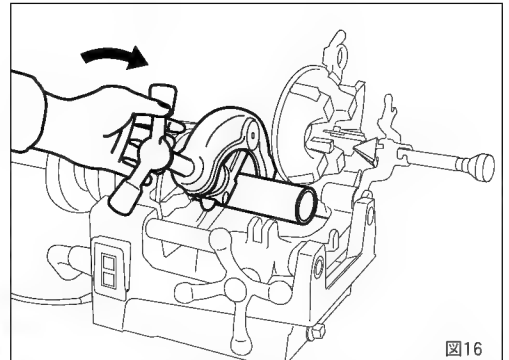

図16
- ① 使用しないダイヘッド・リーマを起こしてください。
- ② パイプの切断箇所を定めてパイプをしっかり固定します。
- ③ パイプカッタをパイプ径より大きくひらいて図のようにあてがい、パイプの切断箇所にカッタの刃を合わせてハンドルでローラーと刃がかかるあたるところまでちかづけてください。
- ④ スイッチを入れ、カッタハンドルをパイプ1回転で1/2以内の割合いでまわしてください。(図16) 切断のときに最初から強い力で切り込むと、パイプの切り口がだ円形にゆがみ、正しい真円のねじが切れない場合がありますから、切り始めは、軽く締めつけながら徐々に切断してください。